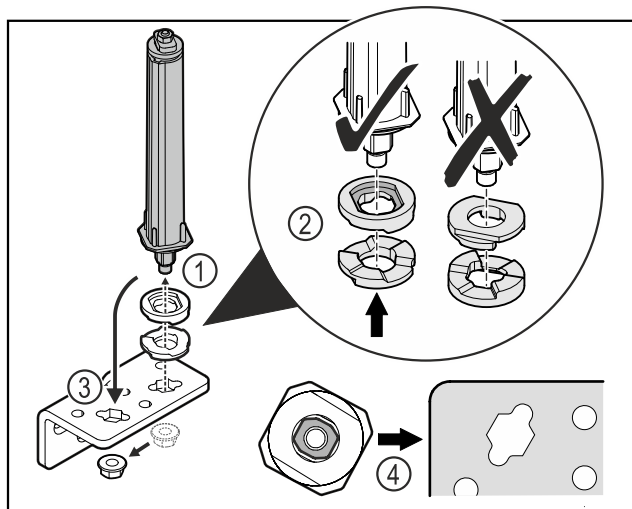

Fig. 25
- ▶ 松开螺母，并移除关门系统 Fig. 25 (1)。
- ▶ 确保高度调整垫片正确对齐 Fig. 25 (2)。
- ▶ 调换合页角铁中的关门系统并用螺母固定 Fig. 25 (3)。
- ▶ 装入时，确保关门系统正确对齐 Fig. 25 (4)。